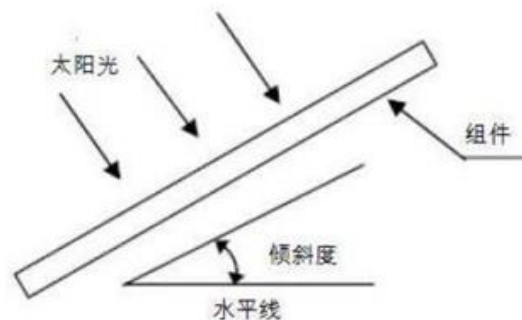

图2 太阳能组件安装倾斜角
5.1.6 太阳能组件的倾斜角指的是组件表面与地平面之间的夹角，如下图 2 所示，组件表面与太阳光垂直的时候功率输出最大。要了解最佳的安装倾斜角的详细信息，请参考咨询当地可靠的太阳能系统安装公司。